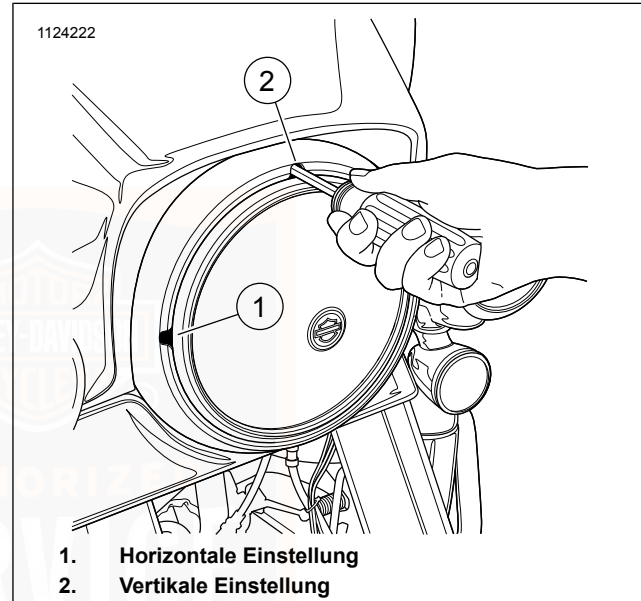
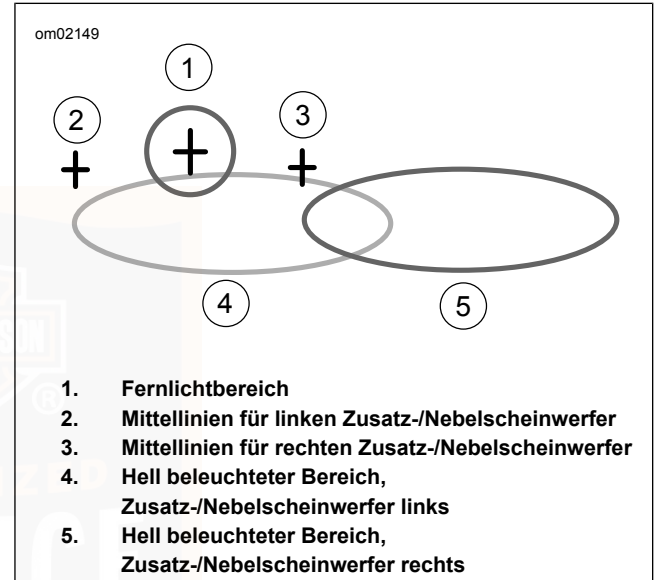
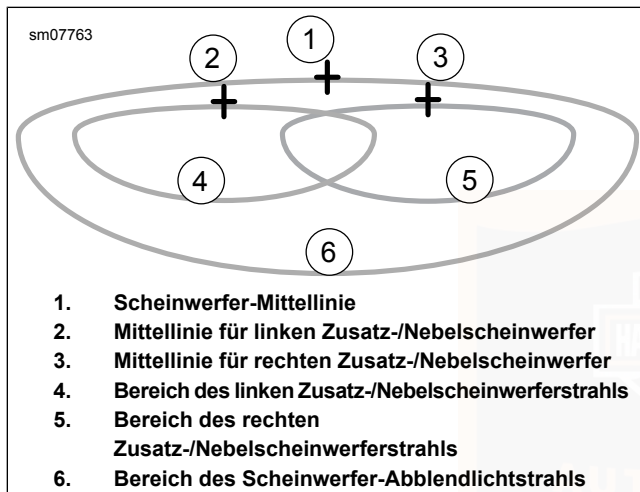

Abbildung 93. Scheinwerfereinstellschrauben: Alle außer rahmenbefestigte Verkleidung (typisch)
Abbildung 96. Scheinwerfer-Lichtmuster: Typ Quarz-Halogen
Abbildung 97. Scheinwerfer-Lichtmuster: LED-Typ mit Zusatz-/Nebelscheinwerfer
2. **Alle außer rahmenmontierte Verkleidung:** Siehe **Abbildung 93**. Einen 5/32-in-Kugelpf-Sechskantschlüssel in die Einstellöffnungen im Zierring stecken.
a. **Horizontal:** Den Scheinwerferstrahl mit der Horizontaleinstellschraube (1) nach links und rechts verstellen.
b. **Vertikal:** Den Scheinwerferstrahl mit der Vertikaleinstellschraube (2) nach oben und unten verstellen.
c. Siehe **Abbildung 96** oder **Abbildung 97**. Den Scheinwerferstrahl einstellen.
4. Siehe Abbildung 96 oder Abbildung 97. Die horizontalen und vertikalen Mittellinien (2, 3) der Zusatz-/Nebelscheinwerfer auf der Wand markieren.
Abbildung 96 zeigt ein Muster für Motorräder in Ländern mit Rechtsverkehr. Für Länder mit Linksverkehr kippen Sie die Grafik horizontal.
- a. **Quartz-Halogen:** Den linken Zusatz-/Nebelscheinwerfer einstellen, sodass der gesamte hell beleuchtete Bereich (4) unter und rechts der Mittellinien für die linke Zusatzleuchte liegt, wie in Abbildung 96 dargestellt.
- b. **LED:** Den linken Zusatz-/Nebelscheinwerfer so einstellen, dass der gesamte hell beleuchtete Bereich (4) unter der Mittellinie liegt, wie in Abbildung 97 dargestellt.